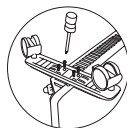

Рис. 8
- приложить планку опорной ножки к месту крепления на конвекторе так, чтобы выпуклая часть планки прилегала плотно к корпусу конвектора и находилась ближе к его задней стенке, винтовые отверстия должны совпасть (рис.8);